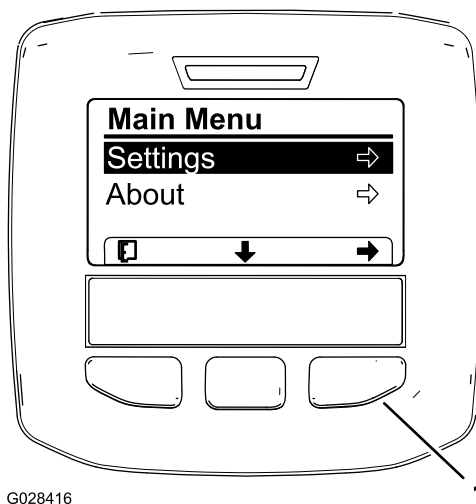

Figure 62
3. Appuyez sur le bouton de sélection central pour accéder au menu principal (Figure 62).
- Appuyez sur le bouton de sélection gauche pour sauvegarder votre ou vos choix, quitter le menu Réglages et retourner au menu principal (Figure 62).
- Appuyez sur le bouton de sélection gauche pour quitter le menu Réglages et retourner au menu principal (Figure 62 et Figure 64).